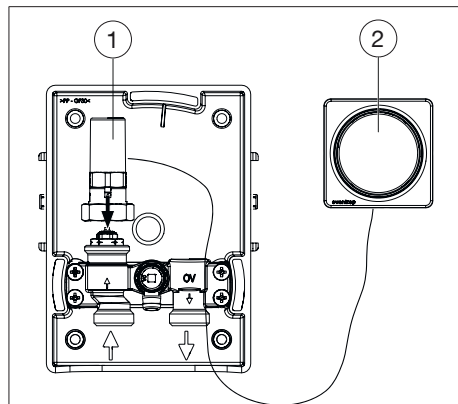

Abb. 9: Thermostat mit Fernverstellung montieren
3. Schrauben Sie den Stellkolben (siehe Abb. 9 auf Seite 12 (1)) auf das Ventil. Führen Sie das Kapillarrohr nach unten.